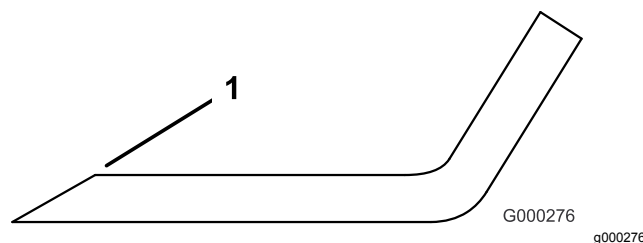

Figura 118
3. Esaminare l'affilatura di tutte le lame e affilate se risultano smussate o scheggiate (Figura 118).
Nota: Affilate soltanto la parte superiore del tagliente e mantenete l'angolo di taglio originale per garantire l'affilatura (Figura 118). La lama rimarrà bilanciata se rimuovete la stessa quantità di metallo da entrambi i taglienti.